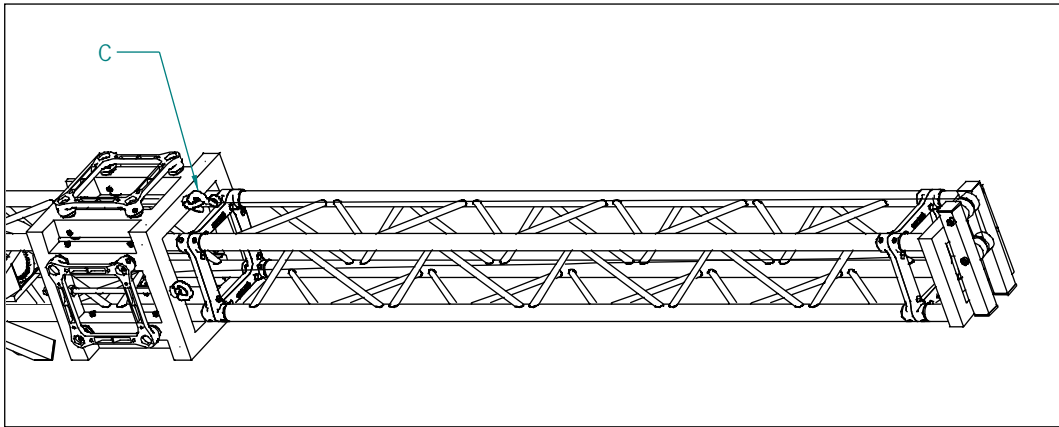

Fig. 7
6. Si deve poi svolgere la fune dal verricello, farla passare tra le gole delle carrucole del top e fissarla mediante l'apposito gancio al golfare C posto sul carrello come da fig. 7.